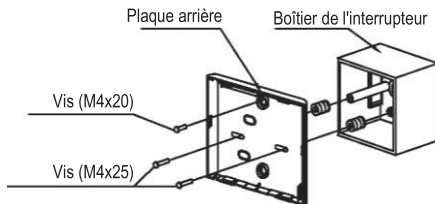

Fig. 3-6
- Pour un montage encastré par l'arrière, fixez la plaque arrière au boîtier de l'interrupteur avec 2 vis (M4x25), puis fixez l'ensemble au mur avec 1 vis (M4x20). (Fig. 3-6)